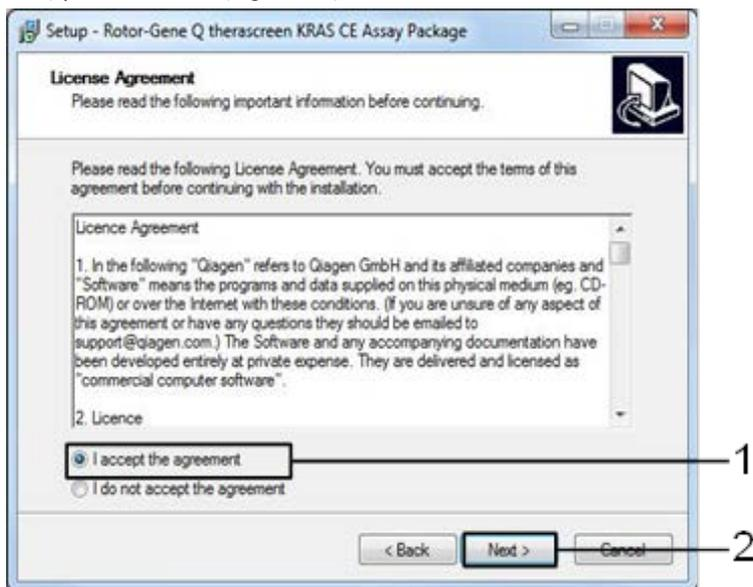

Figura 40. A caixa de diálogo "License Agreement" (Contrato de licença). 1 = declaração "I accept the agreement" (Aceito o contrato); 2 = "Next" (Avançar).
5. Leia o Contrato de licença na caixa de diálogo "License Agreement" (Contrato de Licença) e selecione a caixa I accept the agreement (Aceito o contrato). Clique em Next (Avançar) para continuar (Figura 40).